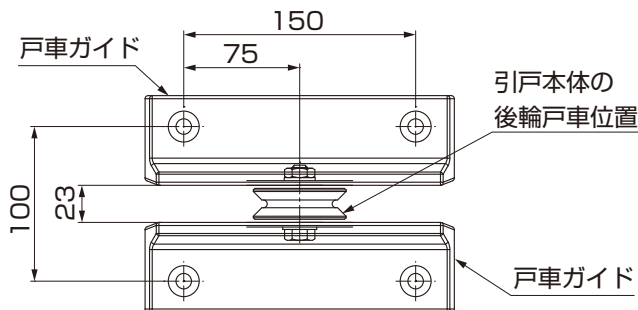

図9-2
②引戸本体を閉めた状態で引戸本体の戸車の位置にあわせて戸車ガイドを後輪の両サイドに位置合わせしてください。(図9-2参照)